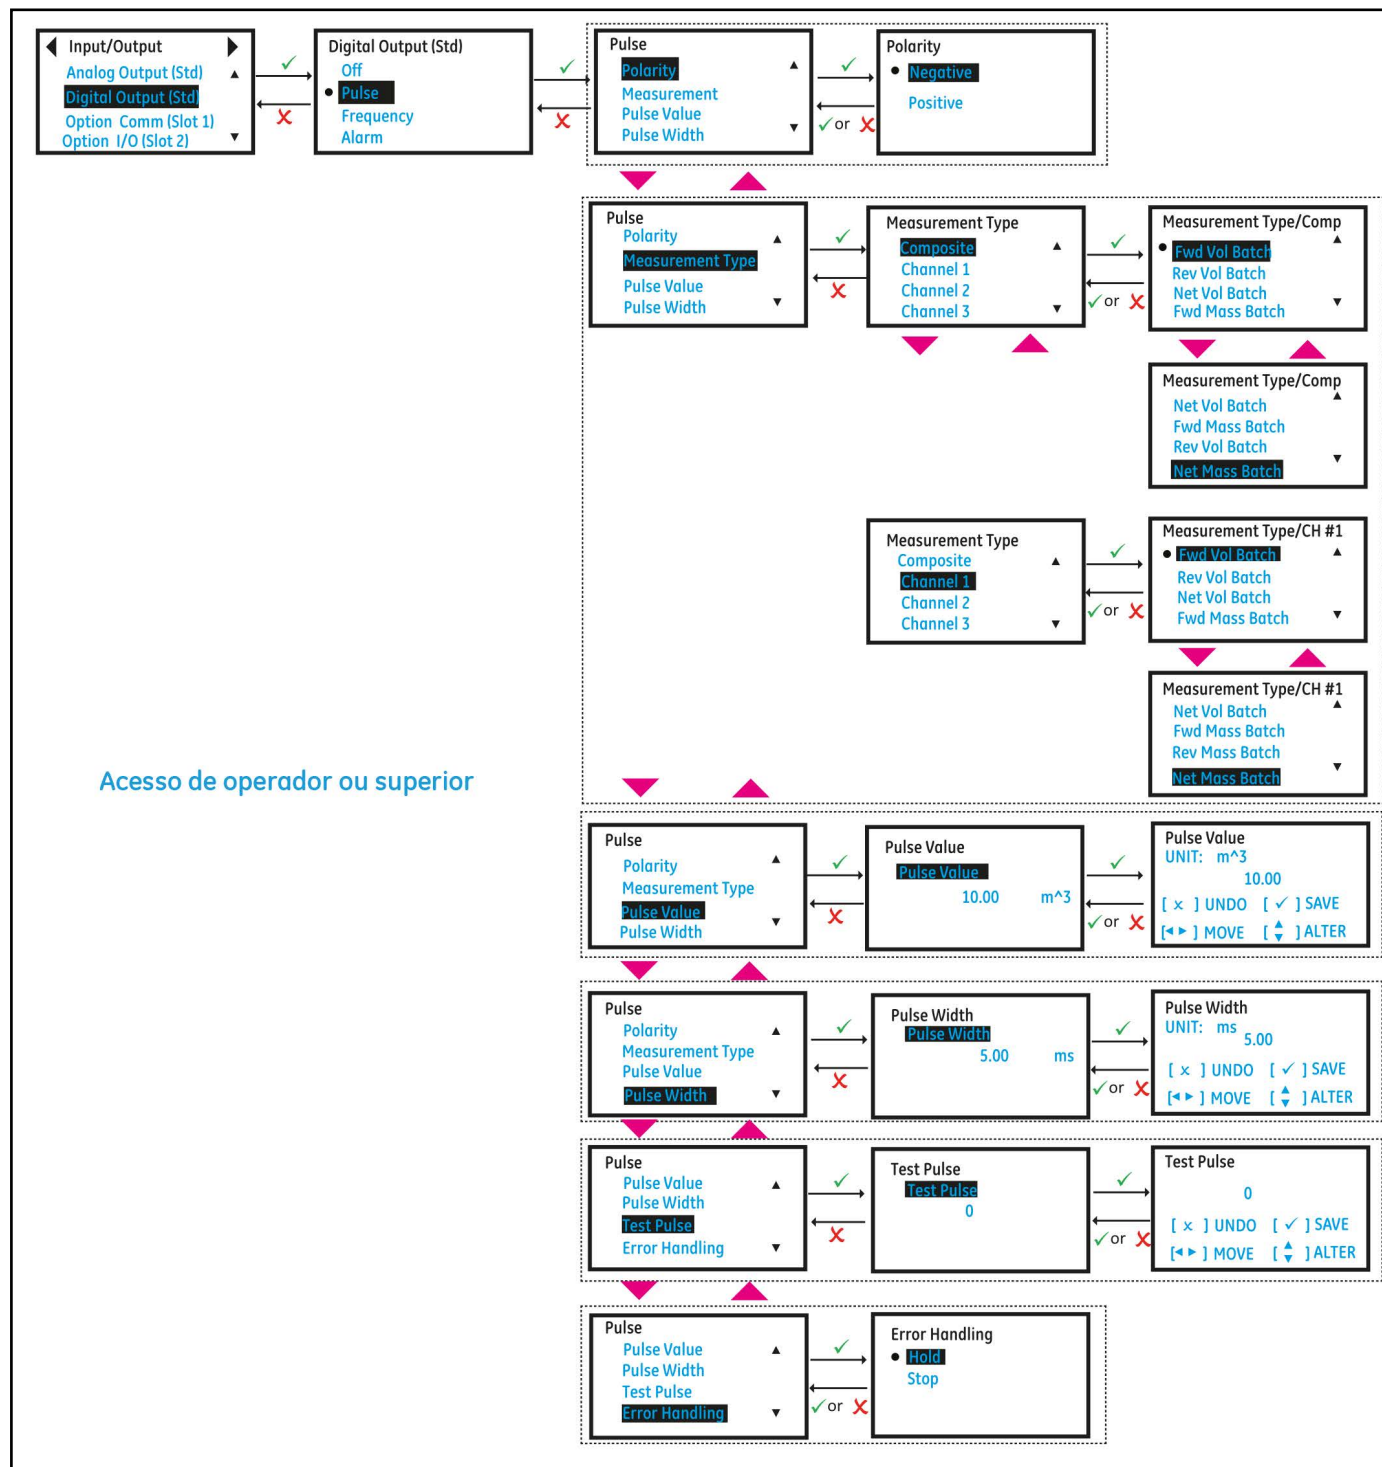

Figura 32: Configurar saída de pulso
2. Configure as opções **[Polaridade]**, **[Tipo de medição]**, **[Valor de pulso]**, **[Largura de pulso]**, **[Testar pulso]** e **[Tratamento de erros]** consoante as suas necessidades. A *Figura 32* abaixo apresenta as opções disponíveis. Consulte também a *Tabela 7* abaixo para compreender cada opção.